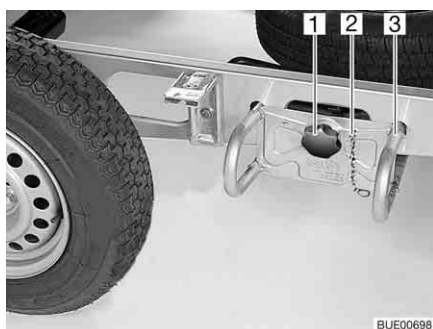

Fig. 228 Supporto per la ruota di scorta
- Sganciare la catena di sicurezza (Fig. 228,2).
- Svitare la manopola (Fig. 228,1) ed estrarla.
- Sfilare il supporto per la ruota di scorta (Fig. 228,3) di ca. 10 cm e riporlo a terra.